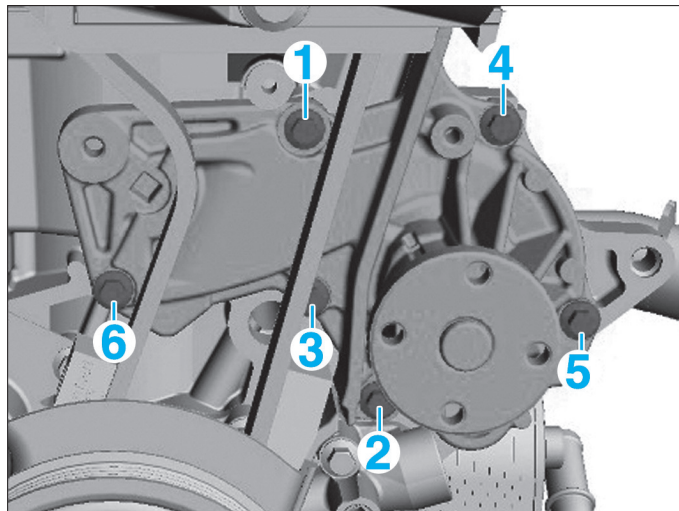

Fig. 23
- Remplacer les vis de la pompe à eau, les serrer au couple et dans l'ordre prescrit (Fig.23).